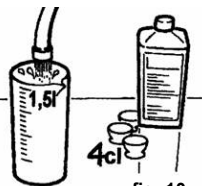

fig. 10
- Mescolare 1,5 l di acqua potabile calda (max. 50 °C) con 40 ml di SANO-DESINFEKT-Plus nella vasca della panna/ di risciacquo. (fig. 10)